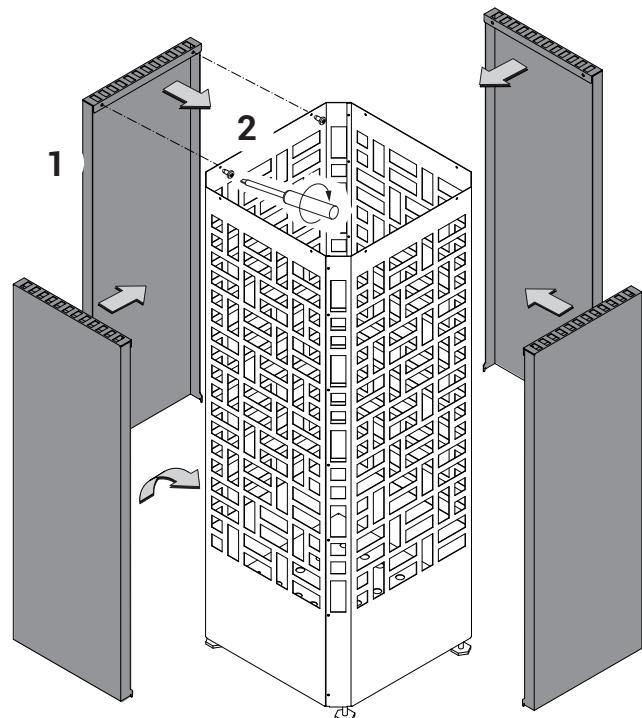

Abb. 7
- Seitenteile zunächst im unteren Bereich mit Haltwinkel in die Öffnungen am Außengehäuse einführen, dann im oberen Bereich auf die Kante von Außengehäuse einhängen (Abb. 7)
- Danach mit jeweils 2 mitgelieferten Schrauben befestigen (Abb. 7)